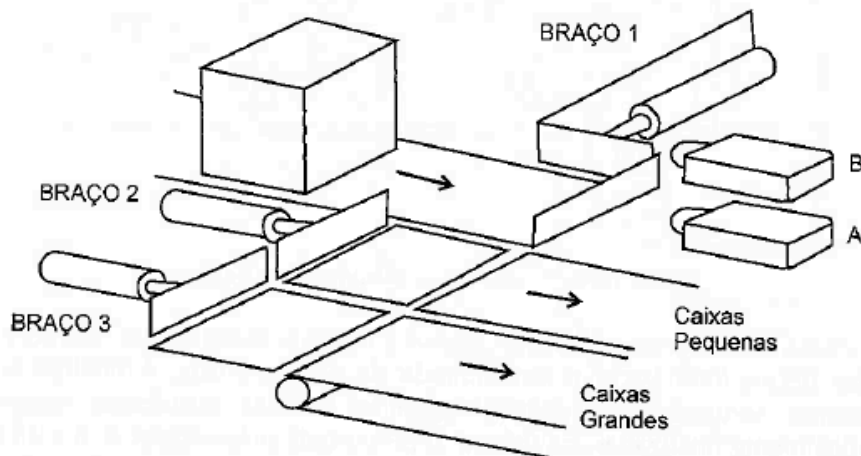

Figura 4.35 - Processo para seleção de caixas.
- 4.2) Elaborar um Grafcet para um dispositivo automático destinado a selecionar caixas de dois tamanhos diferentes, que se compõe de uma esteira rolante de alimentação de caixas, de um dispositivo de detecção que permite reconhecer sem ambiguidade o tipo de caixa presente, de três cilindros pneumáticos comandados por eletroválvulas, de sensores de posição para cada cilindro, sendo PI (posição inicial), PM (posição média), PF (posição final) e de duas esteiras rolantes de saída. O braço (1) empurra as caixas pequenas diante do braço (2) e este as translada sobre a esteira de saída para caixas pequenas. O braço empurra as caixas grandes diante do braço (3) e este as translada para a esteira de saída de caixas grandes. O detector (A) percebe a presença de uma caixa e o detector (B) identifica o tamanho da caixa, pois atua quando ela for do tipo grande, conforme ilustra a Figura 4.35.